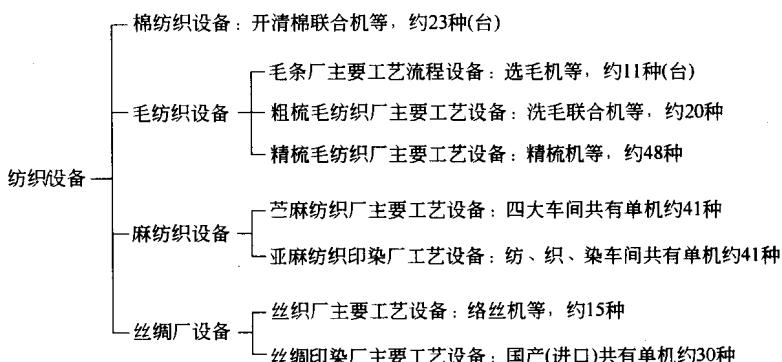

图1-1 纺织设备分类图
**1. 纺织设备** 纺织设备通常分为棉纺织设备、毛纺织设备、麻纺织设备和丝绸厂设备四大系列,各大系列下,均有各自体系的子系列,如图1-1所示。